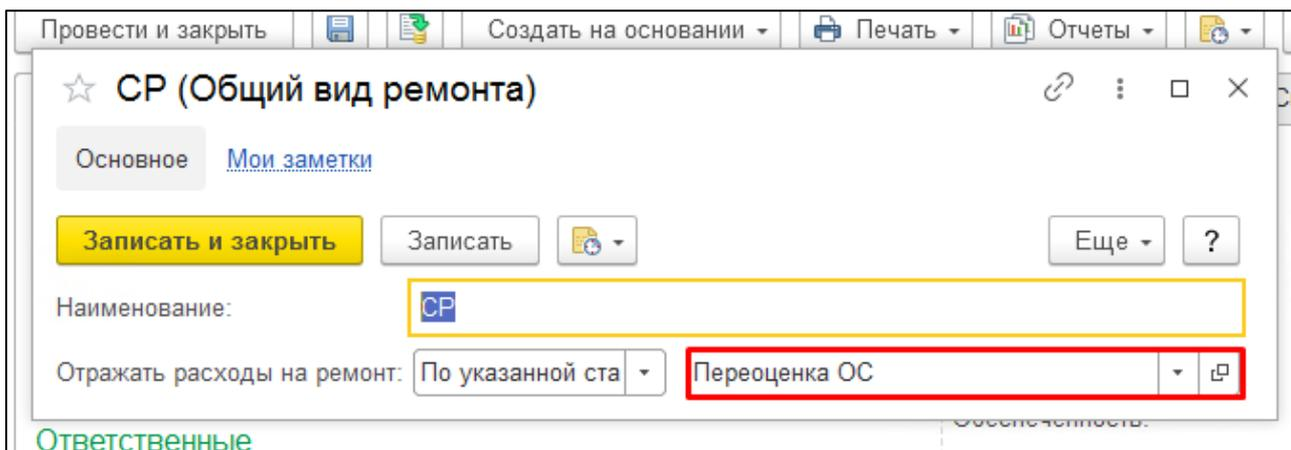
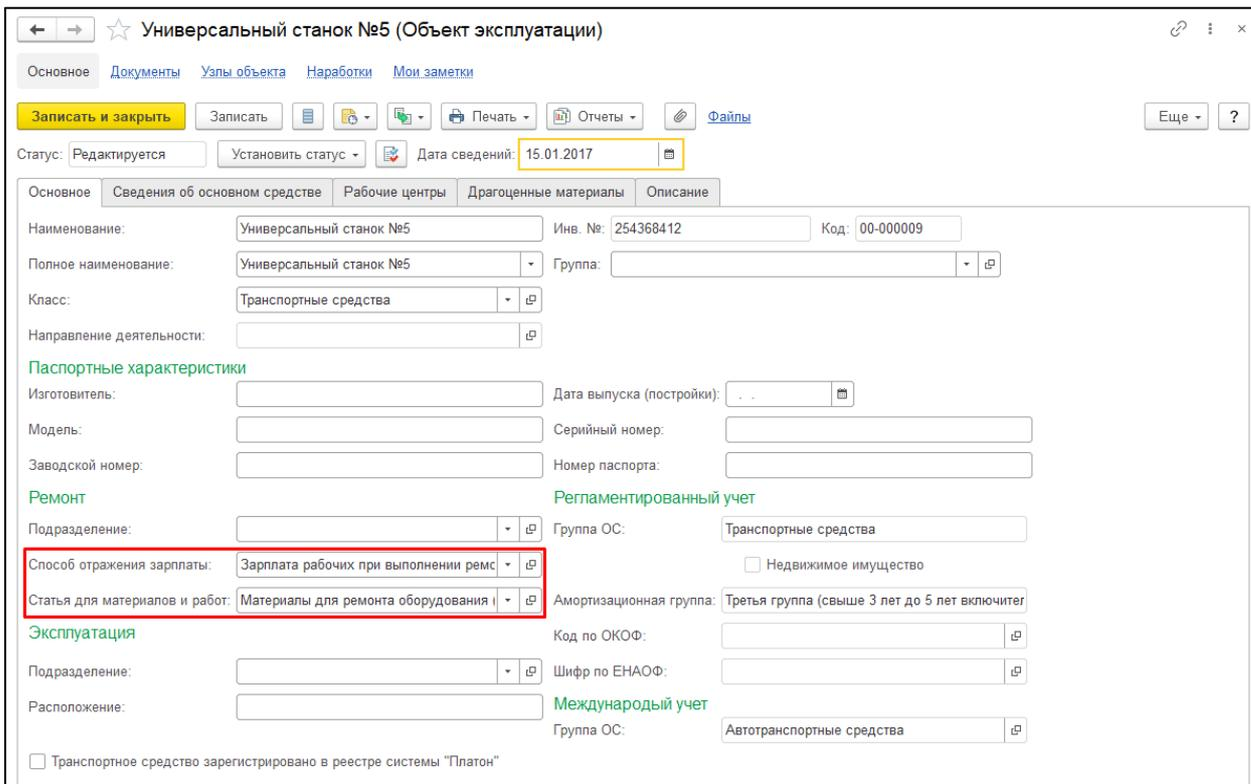

Рисунок 93. Способ отражения статьи расходов из «Вида ремонта».
Рисунок 94. Способ отражения зарплаты и статьи расходов из «Объекта эксплуатации».
Реквизит «Статья расходов» заполняется автоматически, в зависимости от установленного реквизита «Объект эксплуатации» или установленных настроек «Общего вида ремонта» (см. Рисунок 93 и Рисунок 94).
- «Способ отражения зарплаты» – из Объекта эксплуатации (ERP). Реквизит «Способ отражения зарплаты» заполняется автоматически, в зависимости от установленного реквизита «Объект эксплуатации» (см. Рисунок 94).